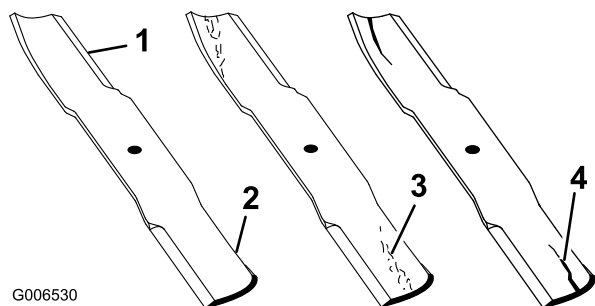

Figura 43
1. Inspeccione los filos de corte (Figura 43). Si los bordes no están afilados o tienen mellas, retire las cuchillas y afílelas; consulte Cómo afilar las cuchillas.
2. Inspeccione las cuchillas, especialmente la parte curva (Figura 43). Si observa daños, desgaste o la formación de una ranura en esta zona (elemento 3
en la Figura 43), instale inmediatamente una cuchilla nueva.